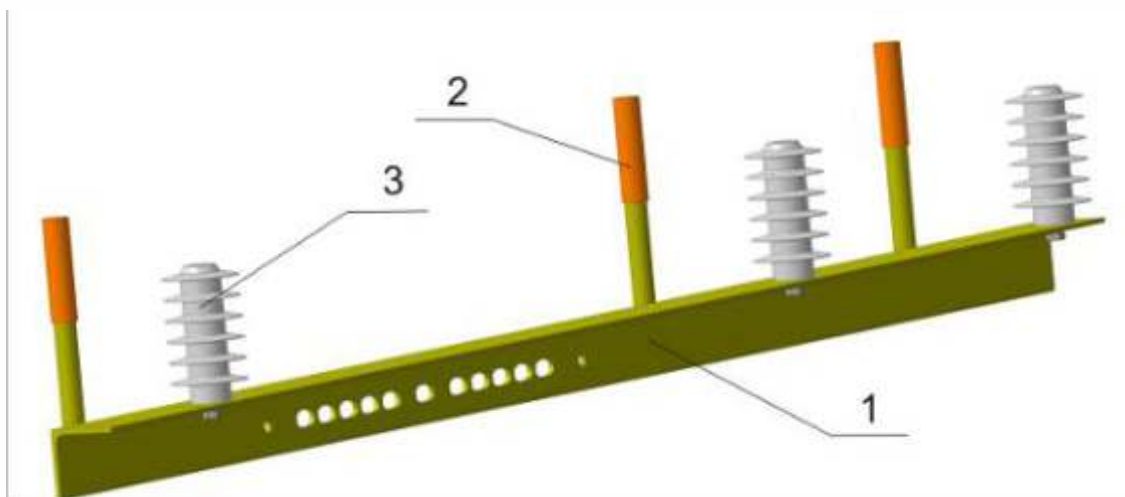

Рис. 18. Траверса ТШАГ 745212.108
- Напрессовать на штыри траверс ТШАГ 745212.108 (поз.1, рис. 18) колпачки К-7 ГОСТ 18380-80 (поз.2). Установить на траверсах ТШАГ 745212.108 ограничители перенапряжения (поз.3) с помощью болтов М10.